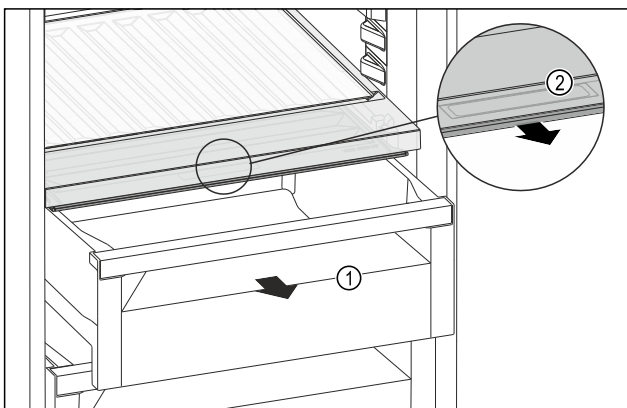

Fig. 162
- ▶ Schuifvak Fig. 162 (1) uittrekken.
- ▶ Greeplijst Fig. 162 (2) op het vakdeksel vastpakken en het vakdeksel gelijktijdig naar voren trekken.